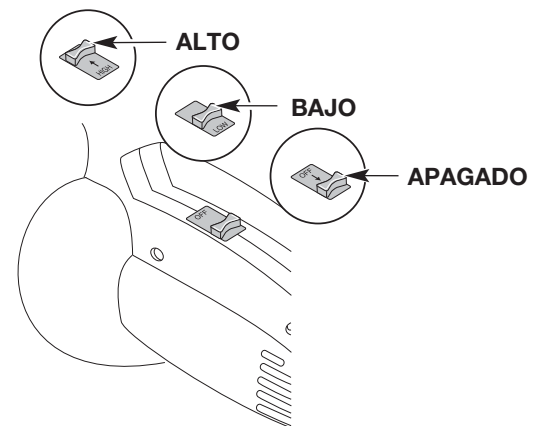

Fig. 11
Esta unidad está equipada con un interruptor de tres puntos para APAGADO/BAJO/ALTO (OFF/LOW/HIGH) (Fig. 11).
Una vez que la unidad esté conectada, párese en la posición de funcionamiento (Fig. 12). Deslice el interruptor de encendido/velocidad de BAJO a ALTO para arrancar la unidad. Para detener la unidad, deslice el interruptor a APAGADO (OFF) (Fig. 11).
1. Oprima y sostenga el Interruptor de encendido / velocidad en la posición de apagado (OFF) hasta que el motor se apague por completo (Fig. 11).